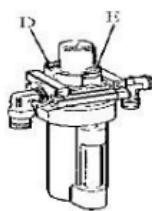

Fig. 19
Las piezas dañadas deben ser reemplazadas por personal profesional usando repuestos proporcionados por el fabricante. (Fig. 19)
Verifique el nivel de aceite en el generador de niebla de aceite (Oil Fog Maker); por favor, rellene con aceite SAE30 si es necesario. Desenrosque con la llave hexagonal (E). Según la conexión de aire comprimido, primero presione el pedal de apertura/cierre de mordazas o el pedal de rotación del plato 5-6 veces, y luego compruebe si cae una gota de aceite del generador de niebla de aceite. Para una operación continua, presione dos veces cada vez, debe caer una gota de aceite; si no, ajuste el tornillo (D) que controla la entrada de aceite con un destornillador plano. (Fig. 19)